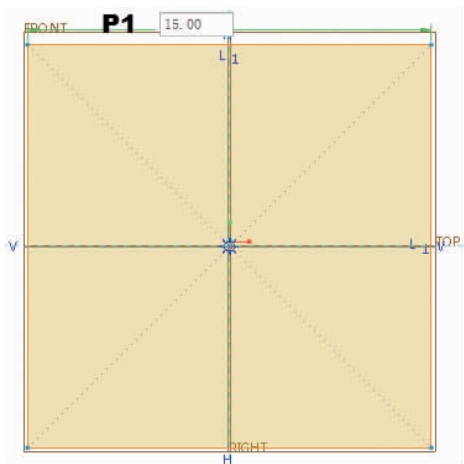

图 3-23 输入数值
(1) 将鼠标移到尺寸数值处, 如图 3-23 中的 P1 处, 双击。
(2) 在弹出的输入框中输入新数值“15”, 然后按 Enter 键完成修改。
(3) 在图形区域空白处单击, 取消对象选取。